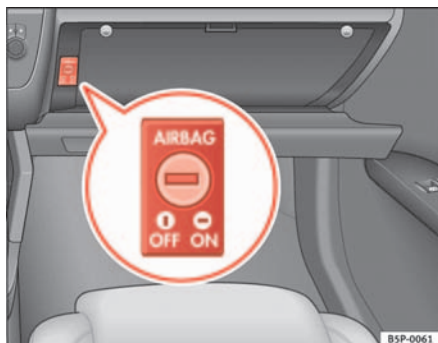

Fig. 26 No porta-luvas: interruptor com chave para activar e desactivar o airbag do acompanhante
- Rodar com a chave da ignição o interruptor de chave no porta-luvas para a posição **OFF** ⇒ fig. 26.
- Rodar com a chave da ignição o interruptor de chave no porta-luvas para a posição **ON** ⇒ fig. 26.